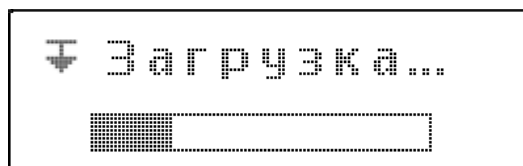

Рисунок 18.
- на специальное устройство для считывания данных, аналогичного Tacho Drive plus (см. рисунок 18). Подключение устройства к тахографу производится через разъем для выгрузки данных – 2 (см. рисунок 18). При этом в тахографе должна быть установлена
- на USB накопитель. Подключение USB накопителя к тахографу производится через USB разъем – 3 (см. рисунок 18). При этом в тахографе должна быть установлена карта контролера, и введен ее PIN-код. Расшифровка информации, скопированной с тахографа производится с помощью специализированного ПО, аналогичного Tacho Speed.